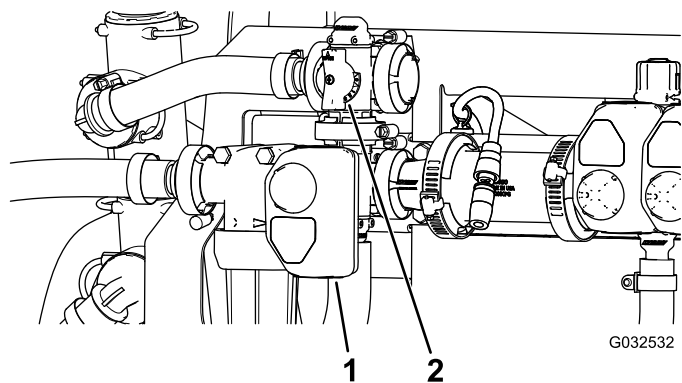

图 49
10. 调整搅拌阀背面的搅拌旁通阀 图 49 直至压力表上打药机系统压力读数为 6.89bar。